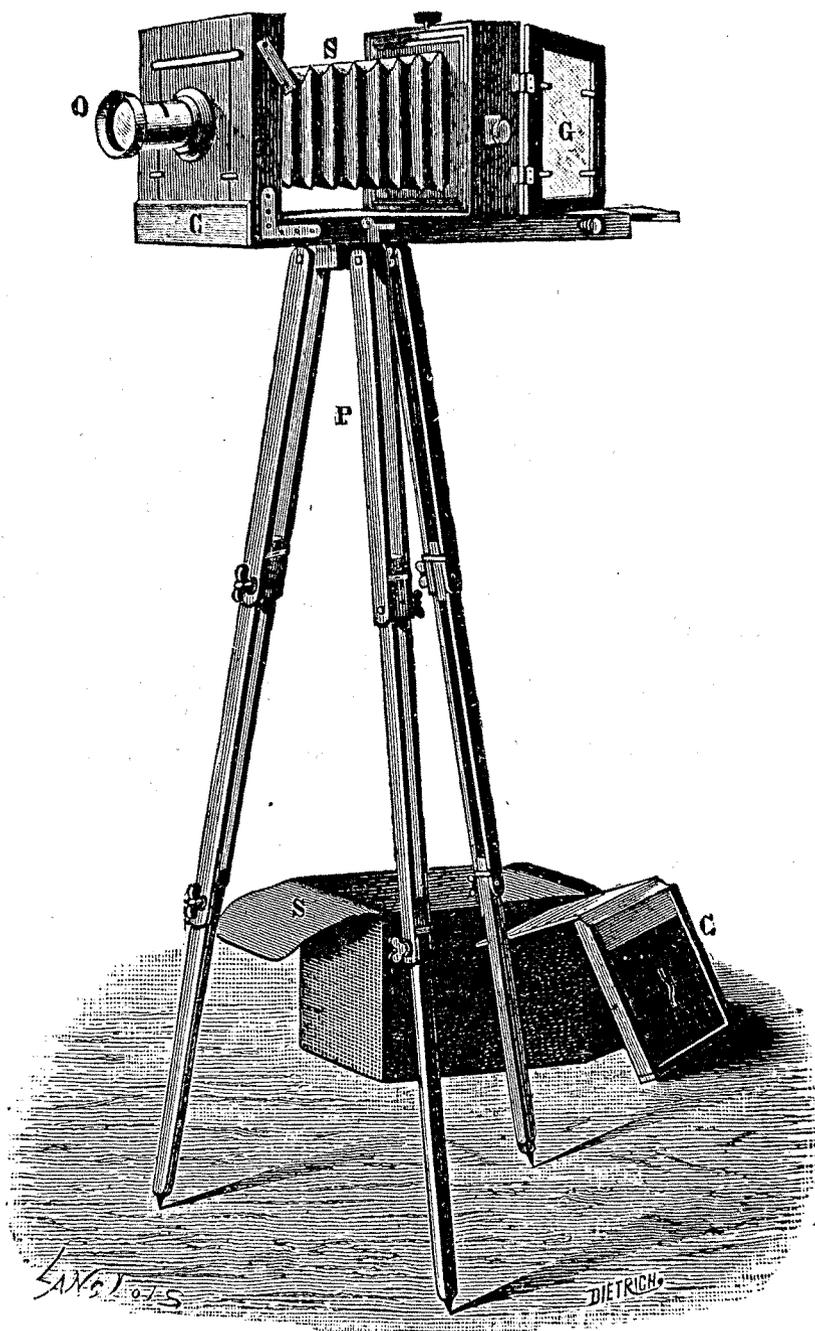
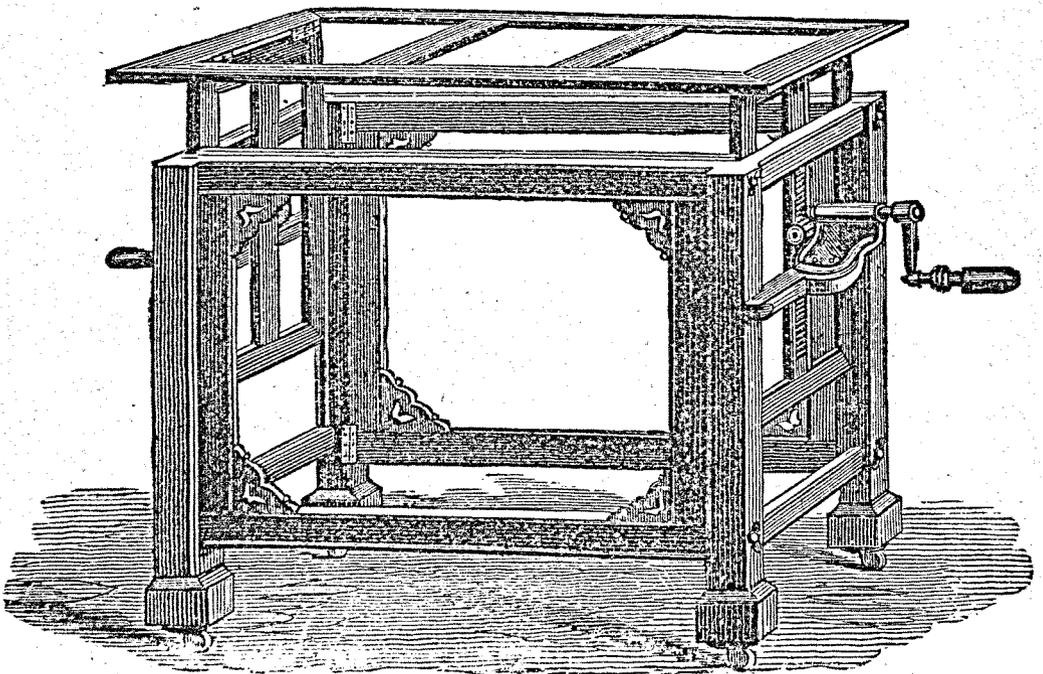

Fig. 435. — Chambre noire de voyage.
Fig. 437. — Table photographique.
**Pose.** — La *pose* ou *exposition* est l'opération qui doit donner l'image sur la plaque sensible. Pour l'effectuer, on se sert d'une chambre noire spéciale (fig. 435). Les parois antérieure et postérieure sont seules en bois, les parois latérales S sont en toile soutenue par des cadres de fort carton ; elles se plissent à la façon d'un accordéon ou d'un soufflet. La face postérieure est une face dé-
ment sur la paroi opposée. Son champ est souvent limité par un diaphragme, disque mobile percé en son centre, qui a pour but d'empêcher le passage des rayons sur les bords de la lentille, et d'éviter les excès d'éclairage. La chambre est portée par un trépied pliant P (fig. 435) quand il s'agit d'un appareil de voyage, ou par une table s'il s'agit d'un appareil d'atelier (fig. 437).